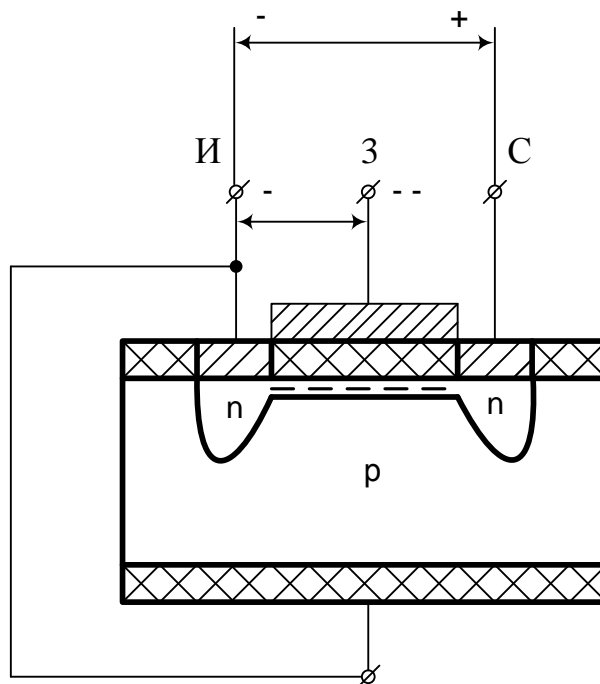

Рисунок 10. Структура и подключение напряжений к МОП-транзистору со встроенным каналом n-типа в режиме обеднения
- 2) Большой отрицательный потенциал на затворе (рис. 10) оказывает отталкивающее действие на носители заряда в канале (одинаковые знаки), поэтому концентрация их в канале уменьшается, проводимость канала падает, I_c уменьшается при том же значении $U_{си}$. Такой режим называется **режимом обеднения**. Характеристики лежат ниже характеристики, полученной при $U_{зи}=0$.